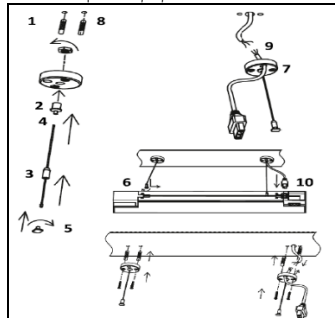

Рис.2. Подвесной монтаж
4.1 Монтаж светильника ARUNA INTER 3D на крепления необходимо выполнять согласно схемам и указаниям показанным на рис. 2, 3, 4.